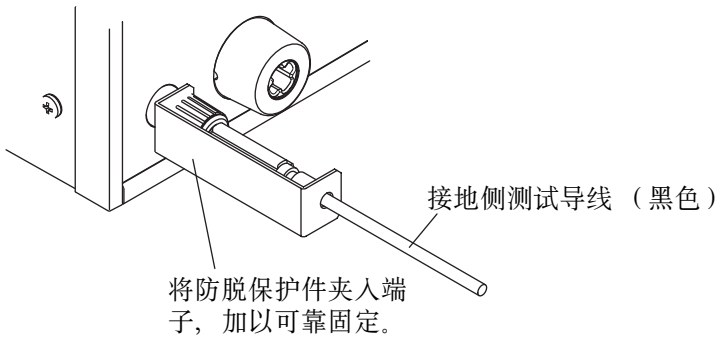

图 3-2 接地侧测试导线的连接
2. 将黑色的测试导线插入接地端子，并按图 3-2 所示，装上防脱保护件。